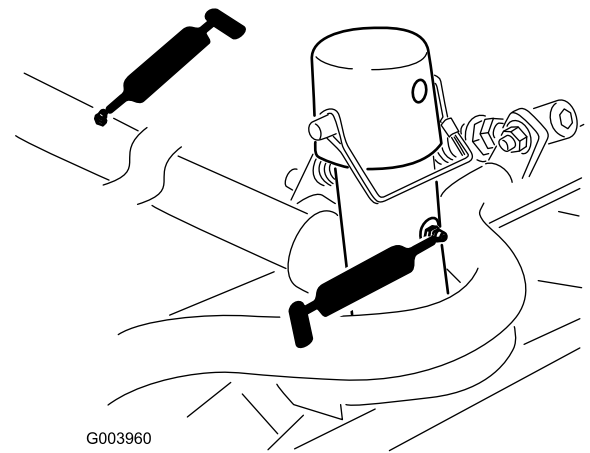

図 74
- キャリアフレームとピボット各カuttingユニットで2ヶ所 図 74